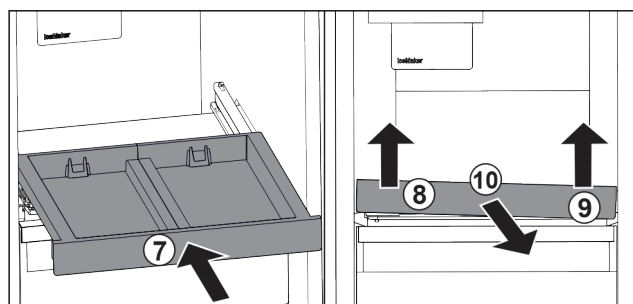

Fig. 102
- ▶ 推入拉出式搁板。Fig. 102 (7)
- ▶ 抬起抽屉左前部。Fig. 102 (8)
- ▶ 抬起抽屉右前部。Fig. 102 (9)
- ▶ 向前取出拉出式搁板。Fig. 102 (10)